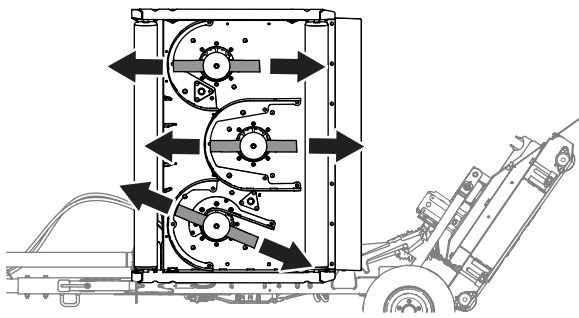

Рисунок 70
1. Выровняйте нож газонокосилки, как показано на Рисунок 70.